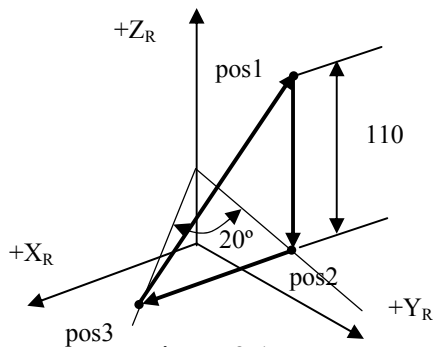

Figura 3.1.
1. Robotul trebuie să se deplaseze în pozițiile învățate pos1, pos2, pos3 situate în spațiul de lucru al robotului ca în figura 3.1, pe traiectorii liniare sau pe o traiectorie circulară din pos1 în pos3 prin pos2. Aceeași variantă de program, dar pozițiile învățate (din ATS și de la panoul de învățare) să fie definite ca poziții aparținând unui vector de poziții POS[3]. Sistemul de referință O_{RXRYRZ_R} este atașat bazei robotului.